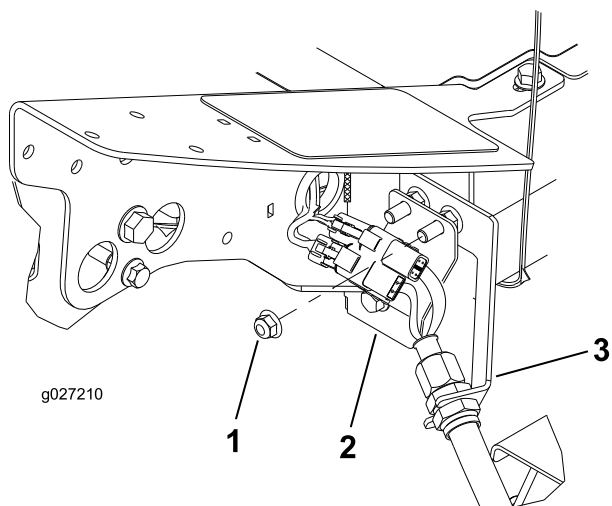

Рисунок 12
1. В переднем левом углу рамы (расположение режущего блока №4) отверните дополнительную гайку с фланцевой головкой с болта крепления кронштейна перегородки к машине (Рисунок 12).
- Установите соединительную планку на монтажные болты перегородки в таком положении, как показано на Рисунок 12.